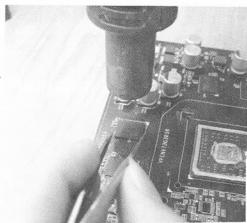

图 4-20 取下显存
(2) 待焊锡熔化后，使用镊子小心地夹起显存，不要碰到周边零件，如图 4-20 所示。